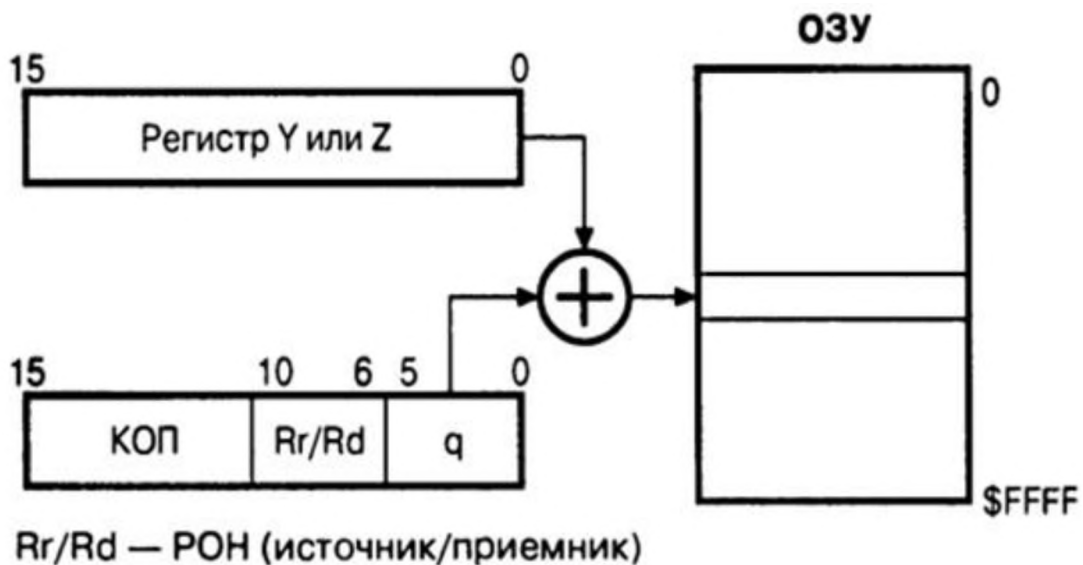

Рис. 1.2.
15. Укажите, какой способ адресации изображён на рисунке (см. рис. 1.2.):